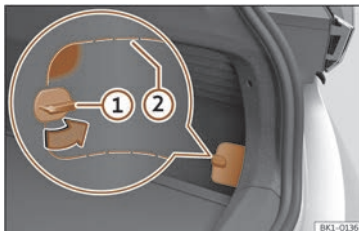

Fig. 62 Sur la partie inférieure droite de la garniture du coffre : cache avec lignes de coupe.
- Tournez à 90° la fermeture du cache >>> **fig. 62 ①**.
- Pressez la surface vers l'intérieur depuis le haut de l'ouverture >>> **fig. 62** (zone marquée).
- Passez la main dans l'ouverture et détachez le cache en le tirant. Le cas échéant, appliquez un objet approprié sur les lignes de découpe >>> **fig. 62 ②**.